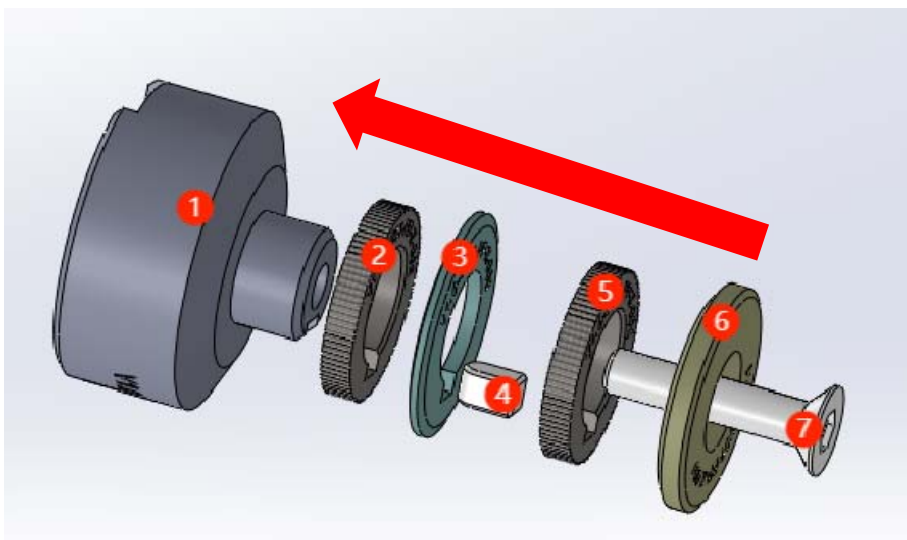

图 24-驱动组组装顺序
1. 将滚花轮（②⑤）、道岔板（③）、平键（④）、滚花轮盖（⑥）、M6*30 内六角沉头螺丝（⑦），依次按照图中②-⑦的顺序插入滚花轮底座（①）中。（图 24）。